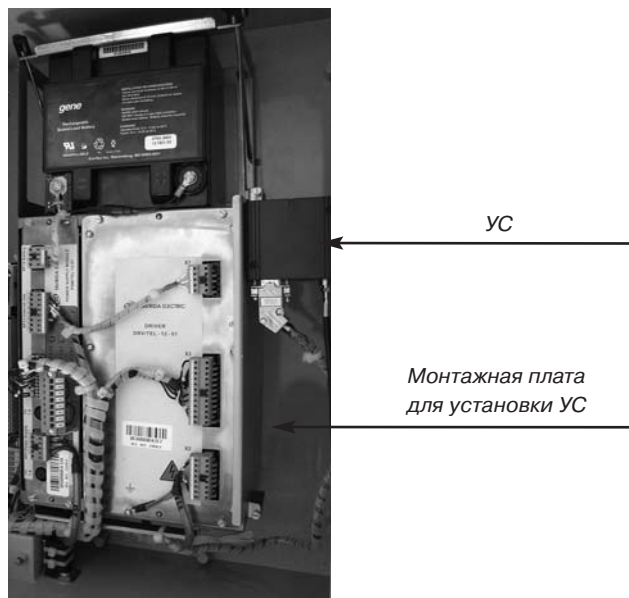

Рис. 4.4. Установка устройства связи со SCADA-системой
1. Выньте монтажную плату для подключения УС, вывернув два винта М4 (см. Рис. 4.4).
3. Закрепите УС на монтажной плате и установите ее на место, закрепив двумя винтами М4 (см. Рис. 4.4).